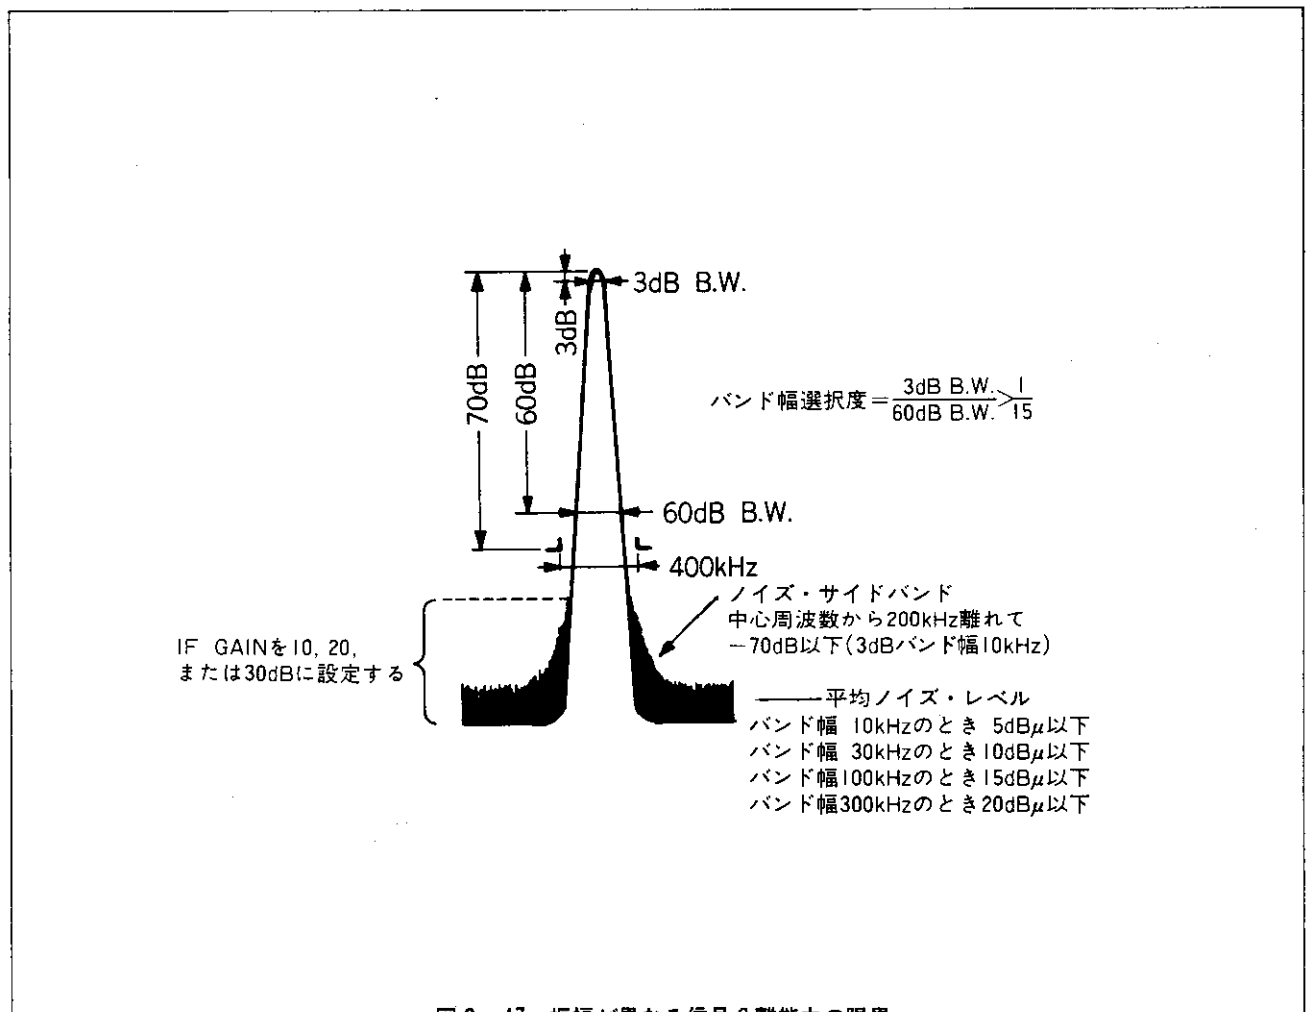

図2-17 振幅が異なる信号分離能力の限界
6. 振幅が異なり、周波数が近接している信号を分離する能力を限定する要因には、IF帯域幅選択度の他にノイズ・サイドバンドがあります。これは〔図2-17〕に示すようにIFフィルタのすその部分(スカートとも言う)に現われるノイズで、これによって振幅の異なる信号を観察する分解能を制限します。本器のノイズ・サイドバンドは、キャリアから200kHz離れた所(3dB IF帯域幅10kHz)で、-70dB以下です。